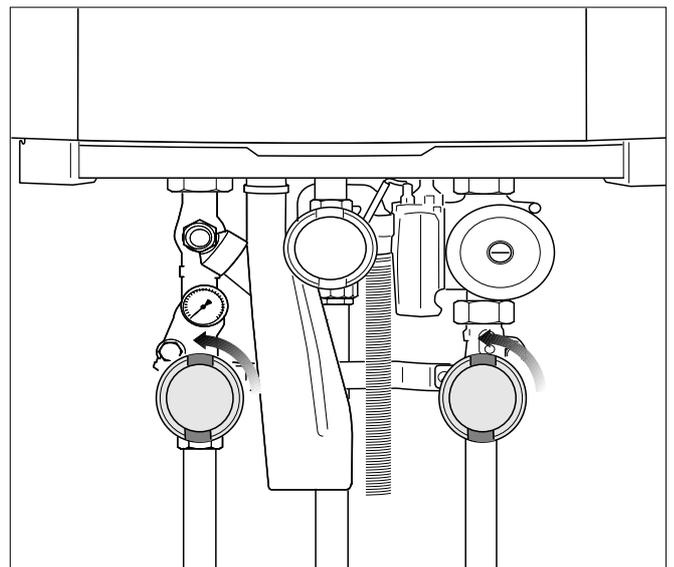

Fig. 50 Aprire i rubinetti di intercettazione (qui: posizione aperta)
- Aprire i rubinetti di intercettazione della mandata e ritorno della riscaldamento (fig. 50) (posizione aperta: in parallela al tubo).